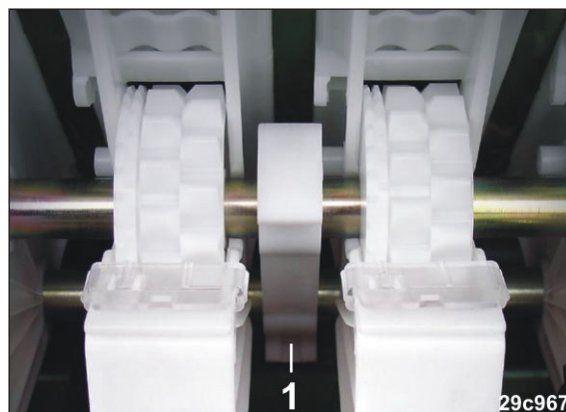

Fig. 228
3. Ouvrir les paliers de pression de l'arbre de distribution (Fig. 228/1).